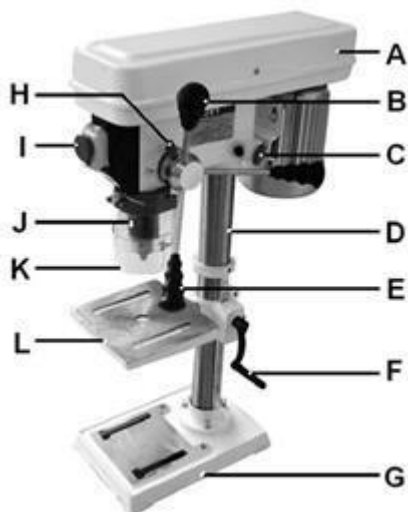

Рис. 1
Установите стойку (D, Рис. 1) на цоколь станка (G).
Эти поверхности должны быть очищены от жира и масла, иначе патрон может снова упасть. Наденьте патрон (J, Рис. 1) на конус шпинделя. Откройте сверлильный патрон на максимальный размер сверла.
Открутите крепление площадки мотора (С, Рис.1).
Опустите шпиндель с установленным сверлом на желаемую глубину сверления. Поверните установочное кольцо до упора и закрепите крепёжный винт (Н, Рис. 1). Сверло будет останавливаться на этой высоте.